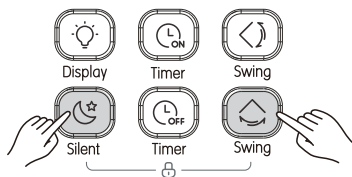

Abb. 3.20
- 1) Drücken Sie  und  gleichzeitig, um die Tasten zu sperren. (siehe Abb. 3.20), und im Display wird das Symbol  angezeigt.